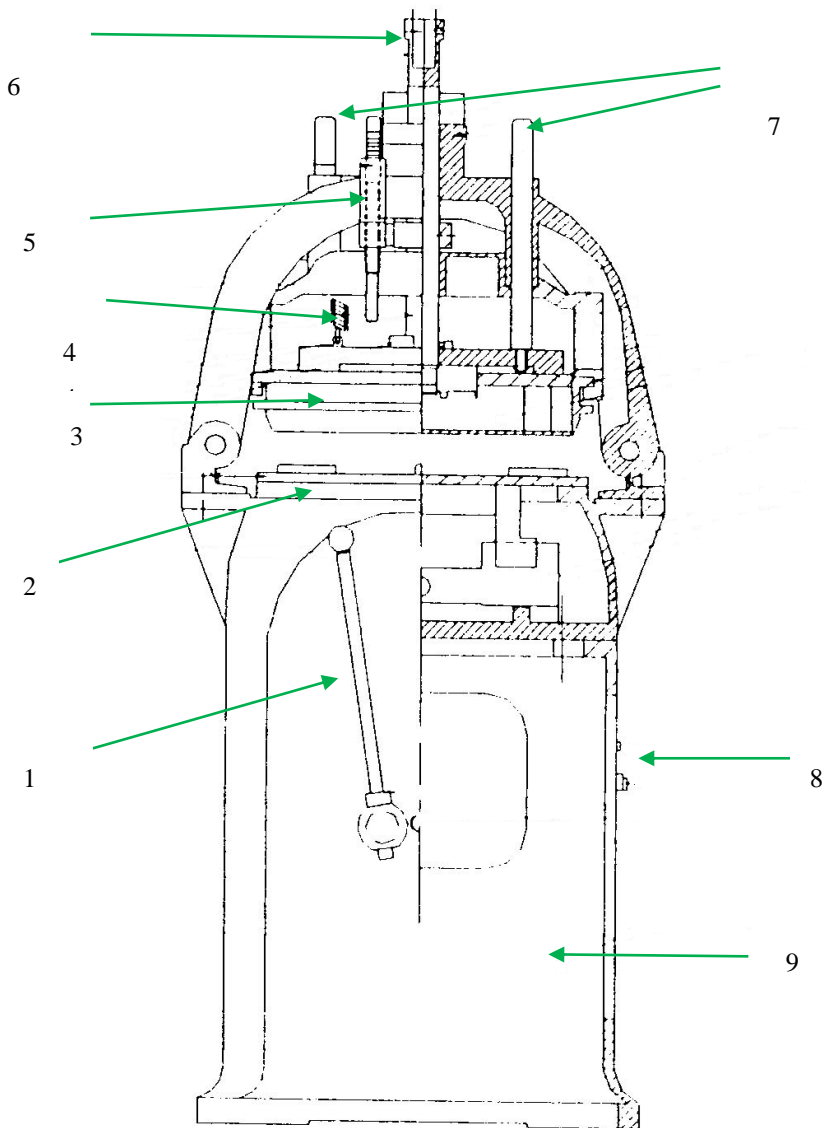

Рис.2. Основные детали оборудования. Вид спереди.
2. Произвести правильную установку и размещение оборудование в произведенном помещении. Согласно минимальным допустимым размерам указанных на рис.2